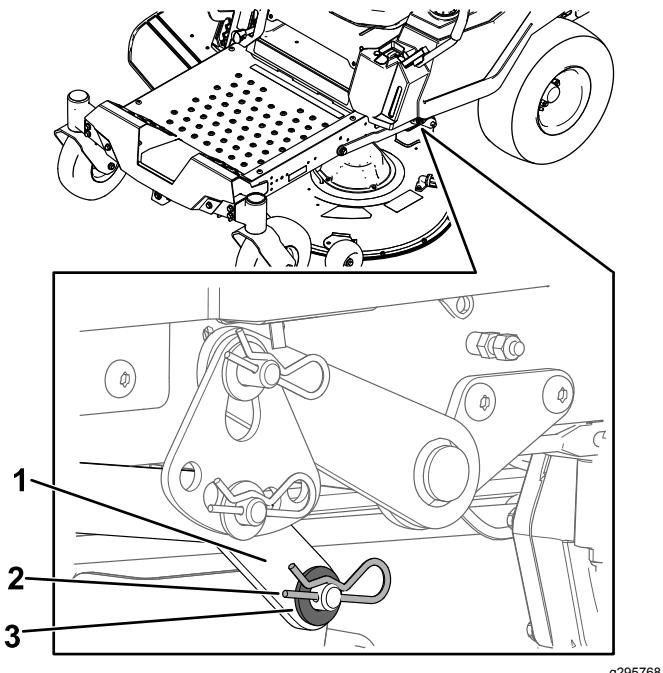

Figura 65
6. En un lado de la máquina, retire la arandela y la chaveta del pasador de la carcasa (**Figura 65**).
7. Retire el brazo de elevación del pasador de la carcasa (**Figura 65**).
5. En un lado de la máquina, levante la parte trasera de la carcasa de corte e instale el brazo de elevación en el pasador de la carcasa (**Figura 65**).
6. Instale el brazo de elevación usando la arandela y la chaveta (**Figura 65**).